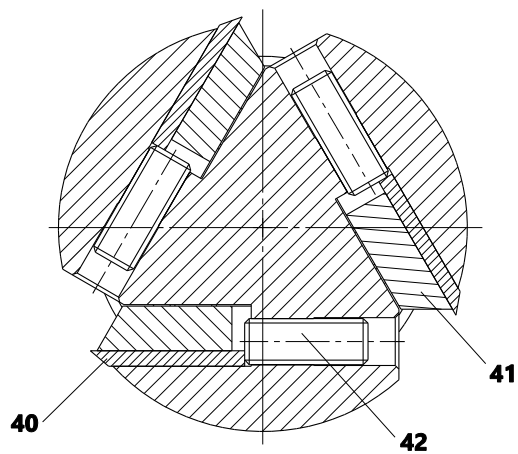
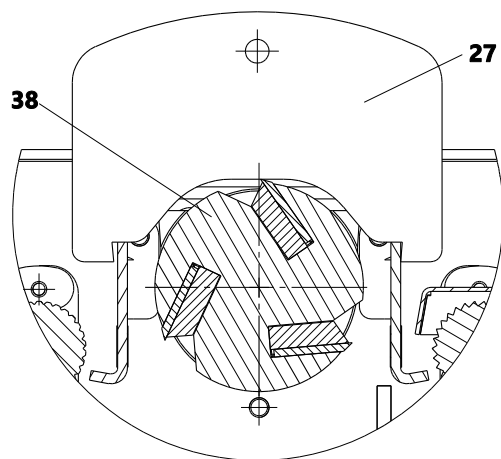

Рис. 21 Регулировочное устройство
Рис. 22 Схема регулирования ножей
- закручиванием/выкручиванием винтов 42 (рис. 21) шестигранным ключом 15 (таблица 2) отрегулировать ножи 40 так, чтобы острие ножа касалось нижней части установленного шаблона 27 (рис. 22);